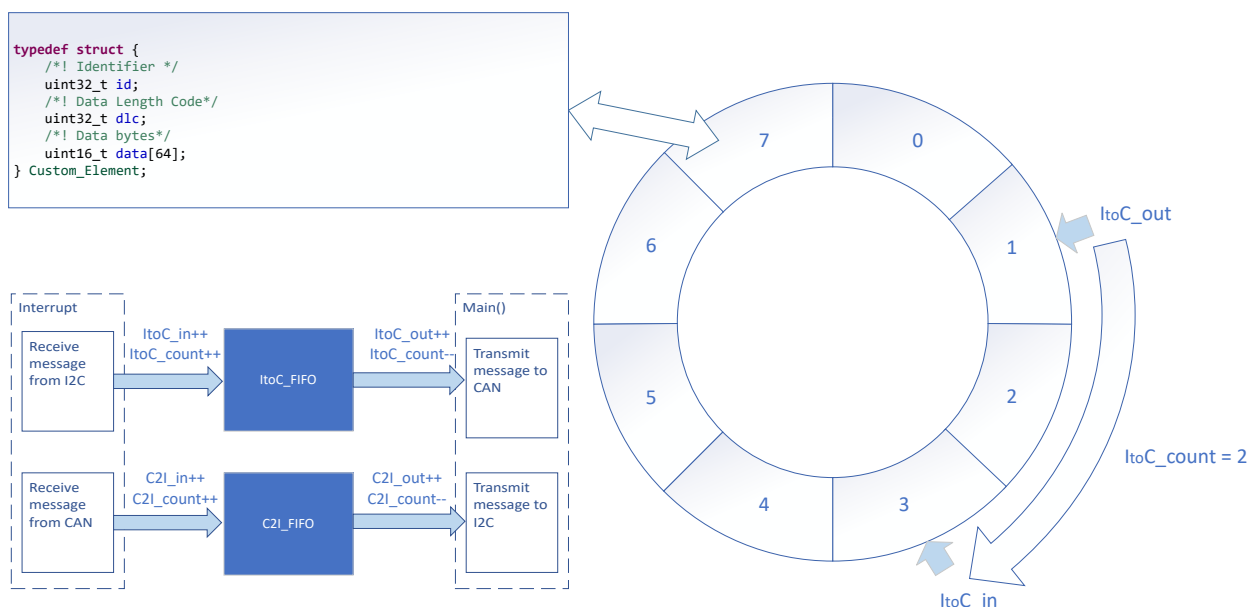

图 1-2. 桥接器结构
- 考虑要转换哪些信息以及相应的载体（变量、FIFO）。在示例代码中，标识符、数据和数据长度从一个接口转换到另一接口。代码中定义了两个 FIFO，如图 1-2 所示。